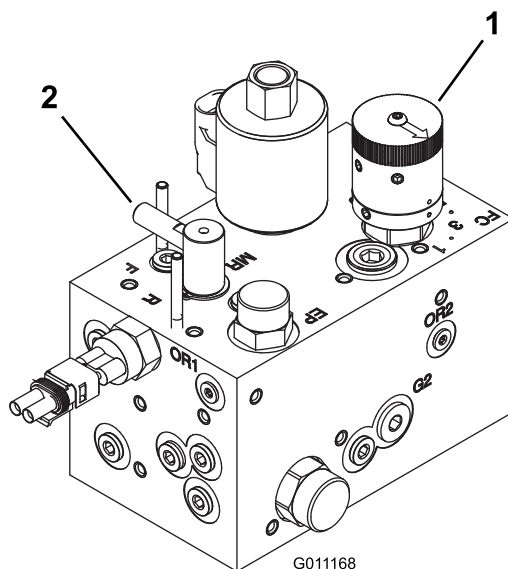

Figura 72
3. Ruotate il controllo lappatura nella posizione di lappatura (R). Girate il comando di velocità dei cilindri in posizione 1. Vedere Figura 72.